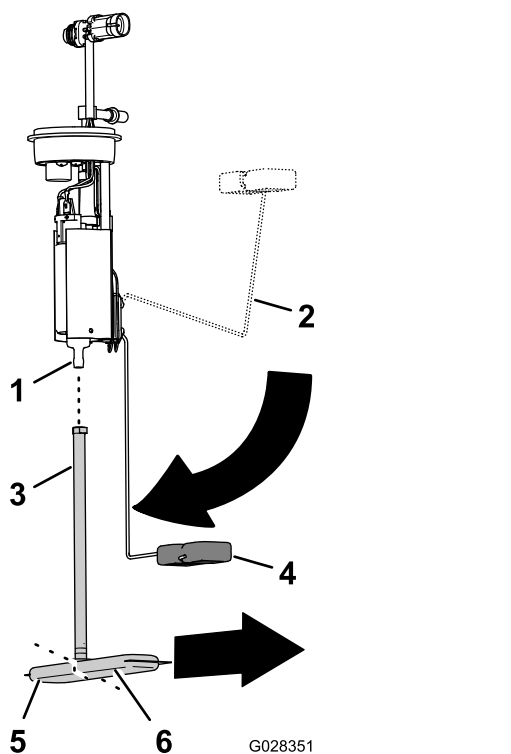

Figure 63
1. Détachez du raccord de la pompe à carburant le tube d'aspiration du filtre à carburant (Figure 63).
2. Alignez le tube d'aspiration du nouveau filtre à carburant et le raccord de la pompe à carburant (Figure 63).
3. Alignez la longue patte du filtre à carburant sur le flotteur quand le bras du flotteur à la position vide (Figure 63).
4. Insérez le raccord de la pompe à carburant dans le tube d'aspiration jusqu'à ce que le raccord soit parfaitement engagé (Figure 63).
2. Insérez la pompe à carburant/transmetteur dans le goulot du réservoir (Figure 62 et Figure 63).